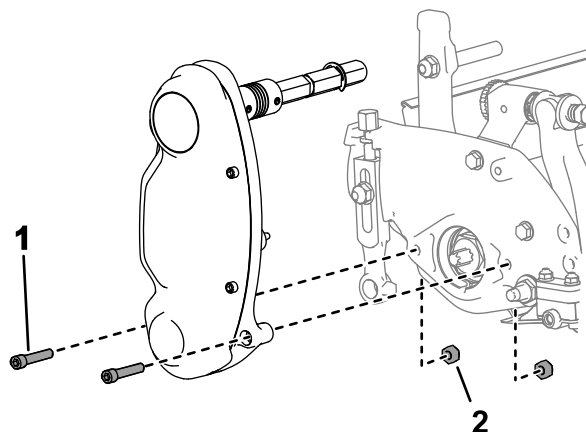

Figura 13
- Îndepărtați elementele care fixează ansamblul de acțiune a cilindrului pe placa laterală (Figura 13).
- Îndepărtați piulițele de pe partea interioară a plăcii laterale (Figura 13).